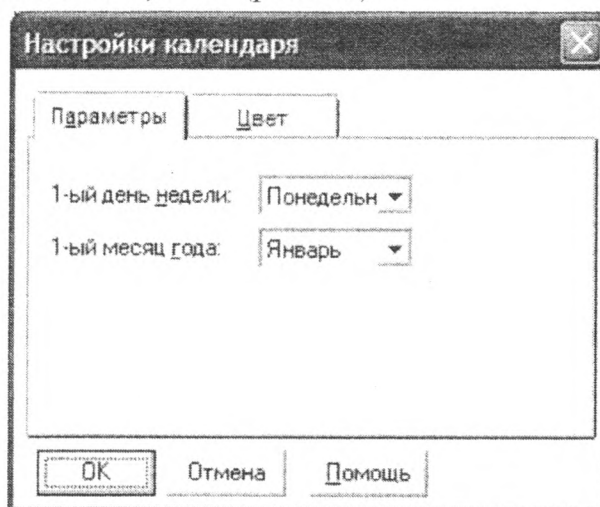

Рис. 18. Настройка календаря
2. В диалоговом окне **Настройки календаря** установите первый день недели и первый месяц года (рис. 18).